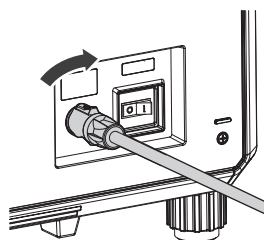

Fig. 2
- 2) Tout en insérant le connecteur de cordon d'alimentation dans le projecteur, tournez dans le sens horaire jusqu'au déclic. (Fig. 2)